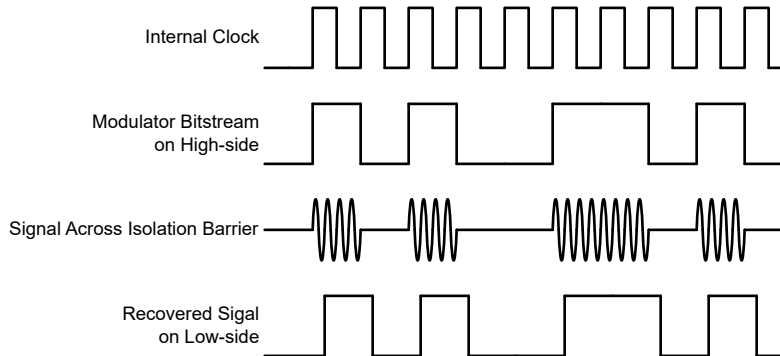

图 6-3. 基于 OOK 的调制方案
AMC0136 使用开关键控 (OOK) 调制方案 (如 图 6-3 所示)，跨过基于 SiO_2 的隔离栅来传输调制器输出比特流。功能方框图 中所示的发送驱动器 (TX) 跨过隔离栅发送一个内部生成的高频载波来表示数字一，而 TX 不发送信号则表示数字零。AMC0136 内使用的载波标称频率为 480MHz。